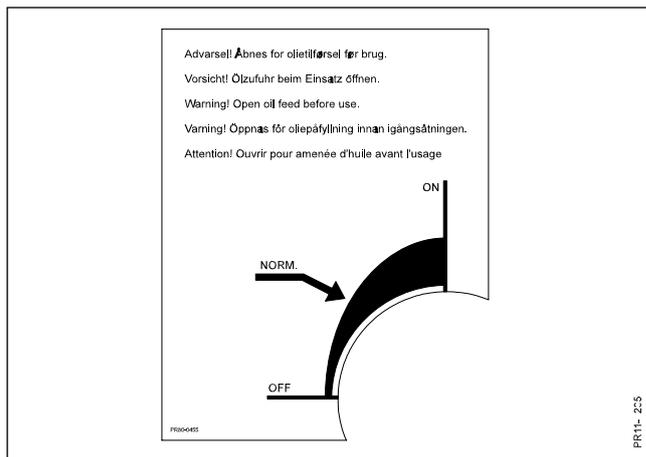

Fig. 5-20
- Fig. 5-20** L'intervalle du goutte à goutte est de 2 à 3 par minute, ce qui correspond à environ 0.2 l d'huile pour approximativement 10 heures de travail. Régler le goutte à goutte avec le robinet à moitié ouvert. Vérifier, de temps en temps, que le tube soit bien placé au-dessus de la chaîne.